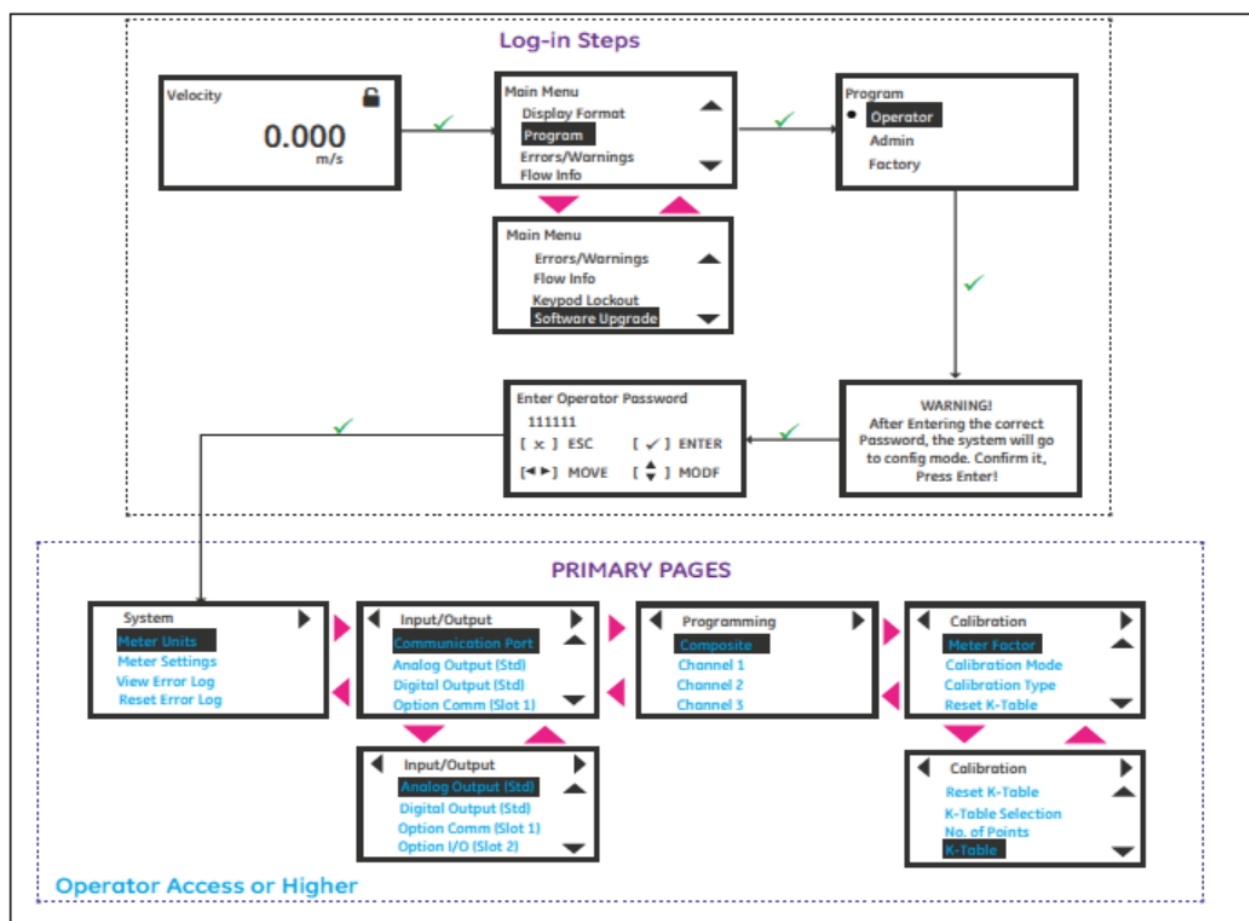

図 53: ログイン手順とプライマリページ
5. ログイン手順が完了すると、図 53 に示すようなプライマリページが表示されます。あるページから次のページに移動するには、[t] キーまたは[▶]キーを押し、ページ内のオプションまでスクロールするには、[A] キーまたは [v] キーを押します。